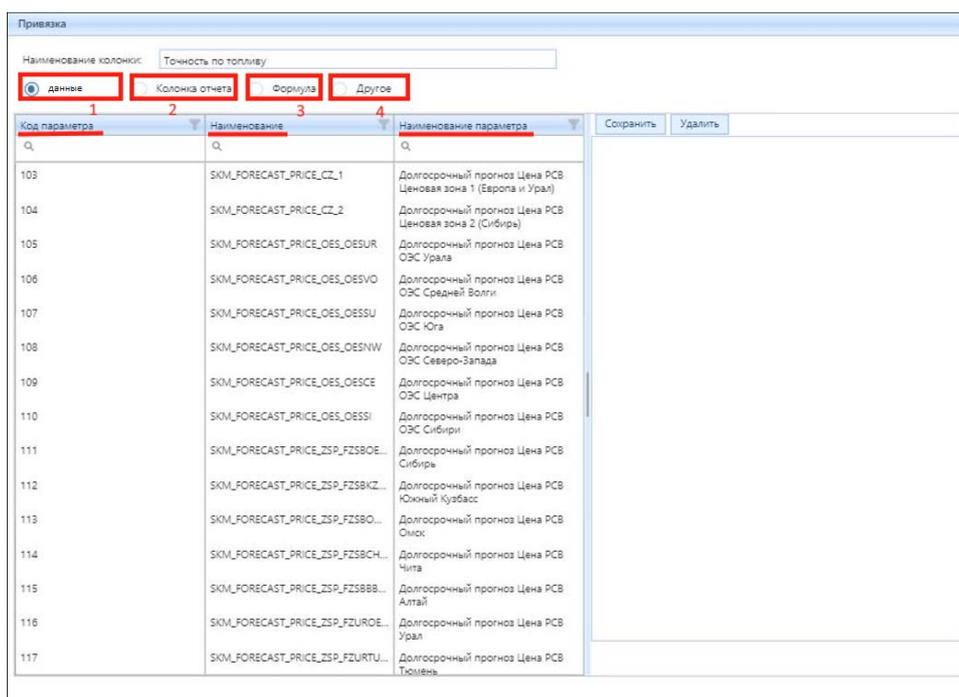

Рисунок 4.7.30 – Пример привязки к БД
Чтобы начать привязку необходимо нажать на кнопку (8) «Привязка» (рис. 4.7.25), появится новое окно с наименованием колонки и выбором способа привязки (рис. 4.7.30).
1. Индикатор (1) «данные» (рис. 4.7.30). При выборе данного типа привязки, появляется таблица с Кодом параметра (id), Наименованием параметра, находящегося в БД. После выбора параметра, который будет привязан к указанной колонке, необходимо подтвердить выбор двойным нажатием левой кнопки мыши и нажать «Сохранить»;
2. Индикатор (2) «Колонка отчета». (рис. 4.7.30). При выборе данного типа привязки необходимо: